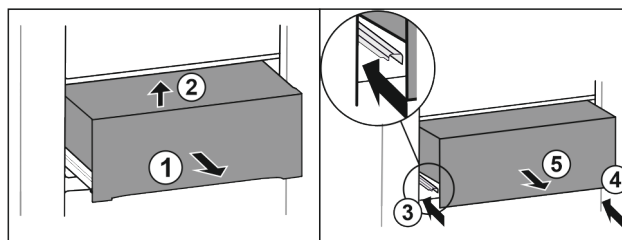

Fig. 28*
- ▶ Zásuvku napůl vytáhněte Fig. 28 (1).*
- ▶ Vpředu nadzvedněte Fig. 28 (2).*
- ▶ Zasuňte levou kolejničku Fig. 28 (3).*
- ▶ Zasuňte pravou kolejničku Fig. 28 (4).*
- ▶ Zásuvku odeberte směrem dopředu Fig. 28 (5).*